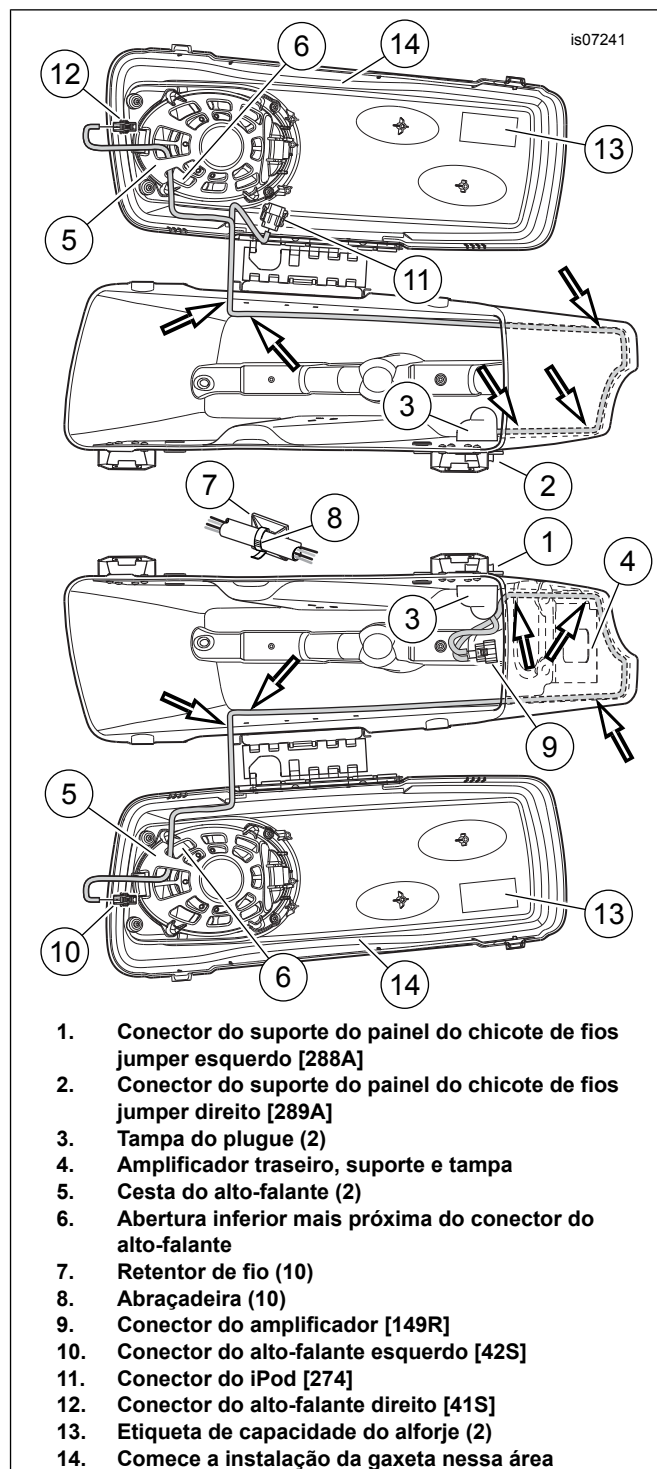
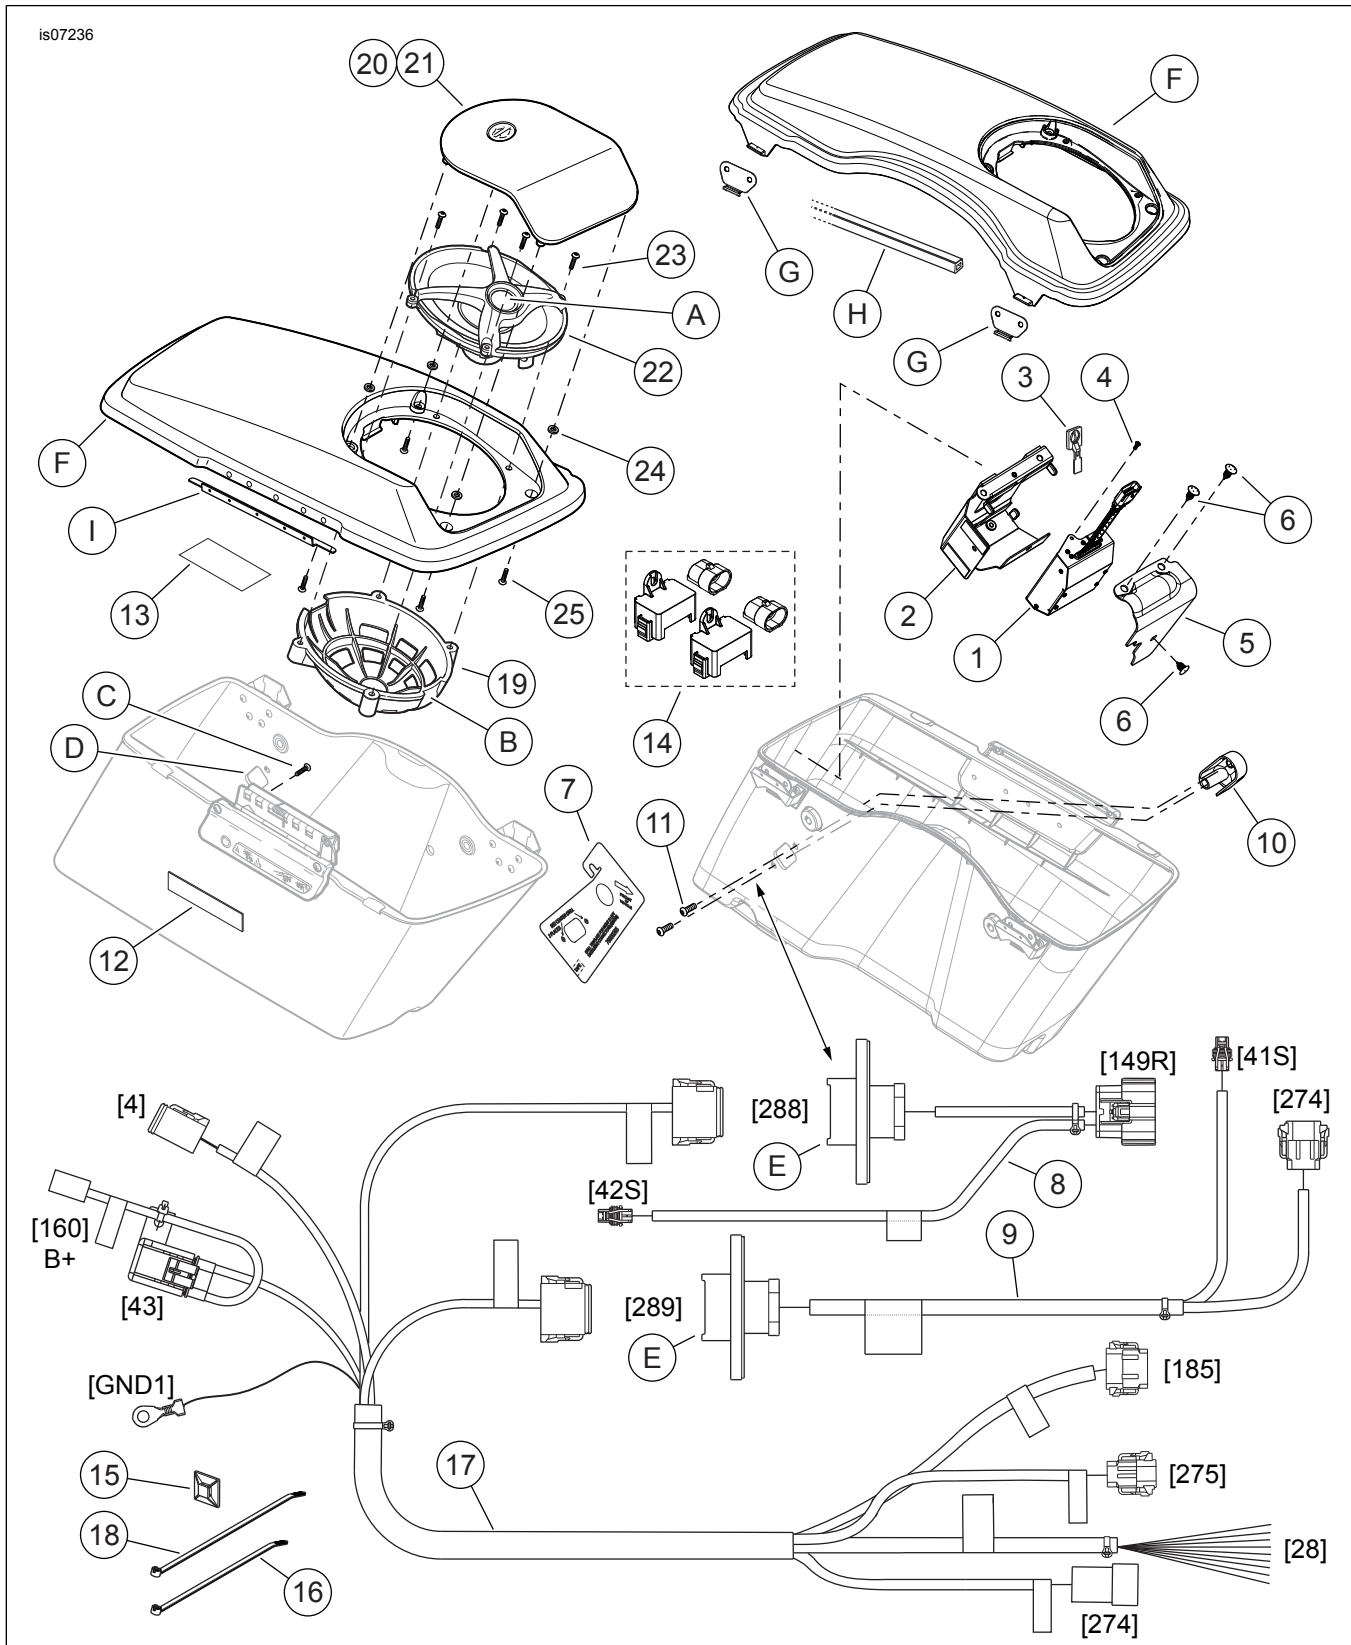

Figura 5. Passagem do chicote de fios dentro dos alforjes
Figura 7. Peças de reposição, kit de expansão do alto-falante CVO
10. Veja Figura 5. Instale a tampa do plugue (3) sobre o conector do suporte do painel (1) e o chicote de fios jumper de **dentro** do alforje. Insira dois parafusos **na parte externa** através do flange do conector e da parede do alforje e dentro dos furos rosqueados da tampa do plugue. Aperte com torque de 3,95–4,52 N·m (35–40 in-lbs). Coloque o chicote de fios na parte inferior do alforje.
- Comece a instalação da gaxeta no centro da lateral interna da tampa oposta à dobradiça (veja Figura 5, item 14).
2. Veja Figura 5. Oriente o chicote de fios jumper do alto-falante do alforje (instalado anteriormente no alforje):
3. Oriente o conector [42S] através da abertura inferior (6) da cesta do alto-falante (5) mais próximo do conector do alto-falante e acople no conector do alto-falante.
4. Pegue cinco retentores de fios (7) e cinco abraçadeiras (8) do kit. Remova o forro da parte traseira adesiva de cada retentor de fio e fixe nas paredes internas do alforje, cerca de 25 mm (1 in) acima da parte inferior do alforje conforme exibido. Prenda o chicote de fios jumper nos retentores de fios com abraçadeiras.
5. Veja Figura 7. Pegue o amplificador traseiro (1), o suporte do prisioneiro (2), o tirante do prisioneiro "T" (3), o parafuso (4), a tampa (5) e três presilhas de pressão (6) do kit.
8. Fixe o amplificador no suporte com o parafuso (4).
- Veja Figura 5. Oriente as **duas** hastes do chicote de fios para baixo e depois para trás, ao redor da parede externa e para cima na frente da bolsa da tampa do alforje até a tampa do alforje.
2. Oriente o conector [41S] (item 12) através da abertura inferior (6) da cesta do alto-falante (5) mais próximo do conector do alto-falante e acople no conector do alto-falante .
3. Fixe cinco retentores de fio (7) nas paredes internas do alforje, cerca de 25 mm (1 in) acima da parte inferior do alforje, conforme exibido. Prenda o chicote de fios jumper nos retentores de fios com abraçadeiras (8).
4. **Se um módulo de iPod estiver sendo montado na tampa do alforje**, siga instruções posteriores presentes nesse documento. **Se um módulo de iPod NÃO estiver sendo montado na tampa do alforje**, enrole o ramo do chicote de fios do conector [274] (11) contra a parede lateral da tampa do alforje. Amarre o enrolamento com uma abraçadeira (8). Use um retentor de fios (7) fixado na tampa para não danificar o conector ou o alforje.
1. Veja Figura 7. Pegue o chicote de fios de áudio (17) do kit.
2. Acople o conector de 12 vias, identificado como “LH S’BAG 288” (conector do alforje esquerdo [288]), no receptáculo do alforje esquerdo (veja Figura 5, item 1). O conector tem um recurso chave para impedir a montagem incorreta. Escutando um “clique” bem nítido.
4. Acople o conector de 12 vias, identificado como “RH S’BAG 289” (conector do alforje direito [289]) (2), no receptáculo do alforje direito. Escutando um “clique” bem nítido. Fixe o ramo do chicote de fios na parte traseira superior do suporte do alforje da mesma maneira.
9. Veja Figura 7. Oriente os quatro ramais da seção dianteira do chicote de fios do áudio (17) na parte interna da carenagem ao longo do percurso do chicote de fios da interconexão até a parte superior esquerda da carenagem interna.